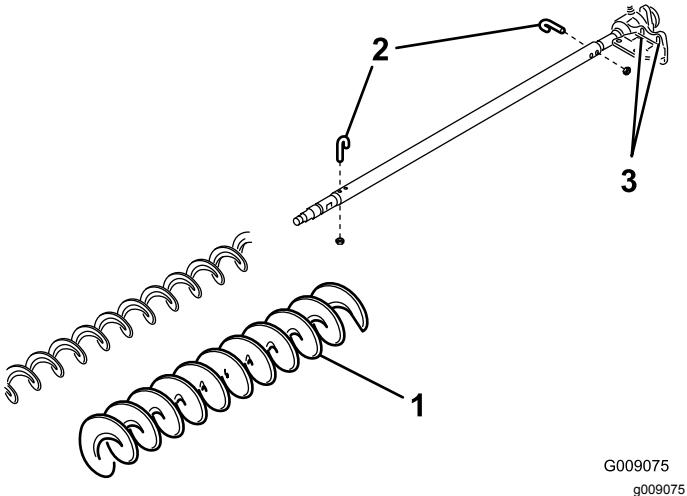

図 38
3. ボルトとナット各 2 を外す図 38。
4. ブラシシャフトについている既存のブラシを抜き取る図 38。
5. 駆動側ベアリングハウジングをベアリングハウジング取り付けブラケットに固定しているボルト各 2 本とワッシャおよびナットをゆるめる図 38。
6. グルーマシャフトに高刈りブラシまたは HD ブラシを通す図 38。
7. 先ほど外した J ボルトとナット各 2 を使って、ブラシをシャフトに固定する図 38。